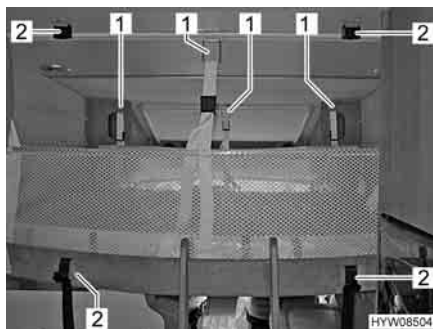

Fig. 73 Letto basculante con rete protettiva montata
- Allentare le cinture di ritegno (Fig. 73,2).
- Staccare le cinture di ritegno (Fig. 73,1) e sistemare la rete protettiva sotto il materasso.
- Assicurare il letto basculante al soffitto mediante cinture di ritegno (Fig. 73,2).
- Agganciare le cinture di ritegno (Fig. 73,1) ai ganci del soffitto.